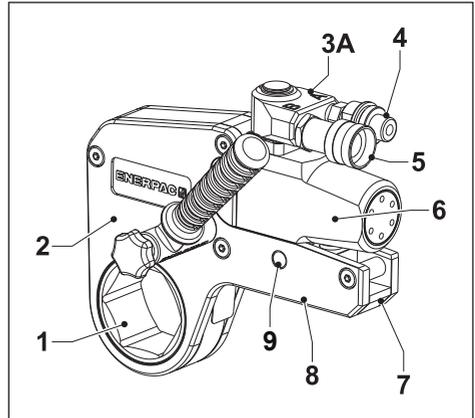

Abb. 1
- Verwenden Sie den Drehmomentschlüssel keinesfalls, wenn bekannt ist oder vermutet wird, dass der Abstandshaltestift verschlissen, verbogen, beschädigt ist oder fehlt. Die Antriebseinheit kann sich aus der Kassette lösen und somit zu einem gefährlichen Geschoss werden. Siehe Element 9 Seite 10, Abb. 1 oder 2.
#### 3.1 Übersicht und Merkmale (Abb. 1 oder 2)